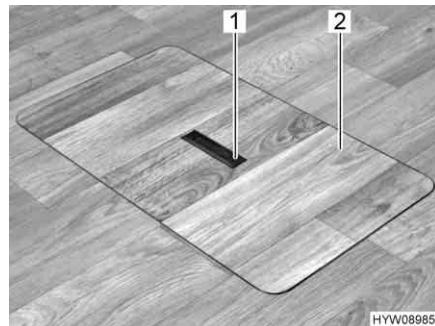
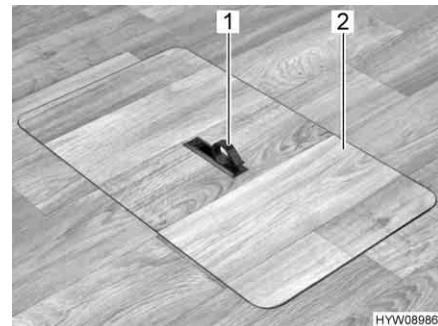

Fig. 42 Copertura vano pavimento
Fig. 43 Copertura vano pavimento
- Spingere la piastra di presa (Fig. 42,1) verso il basso da un lato. La maniglia (Fig. 43,1) viene ruotata verso l'alto.
- Alzare la copertura (Fig. 43,2).
- Collocare la copertura (Fig. 43,2) nell'intelaiatura presente sul fondo.